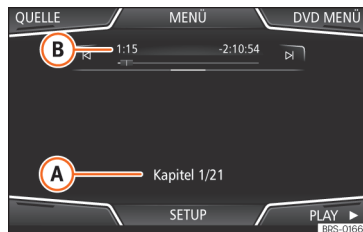

Abb. 215 Hauptmenü DVD-Betrieb.
- Bildschirm kurz antippen, um die Funktionsflächen im Hauptmenü DVD-Betrieb einzublenden » Abb. 215.